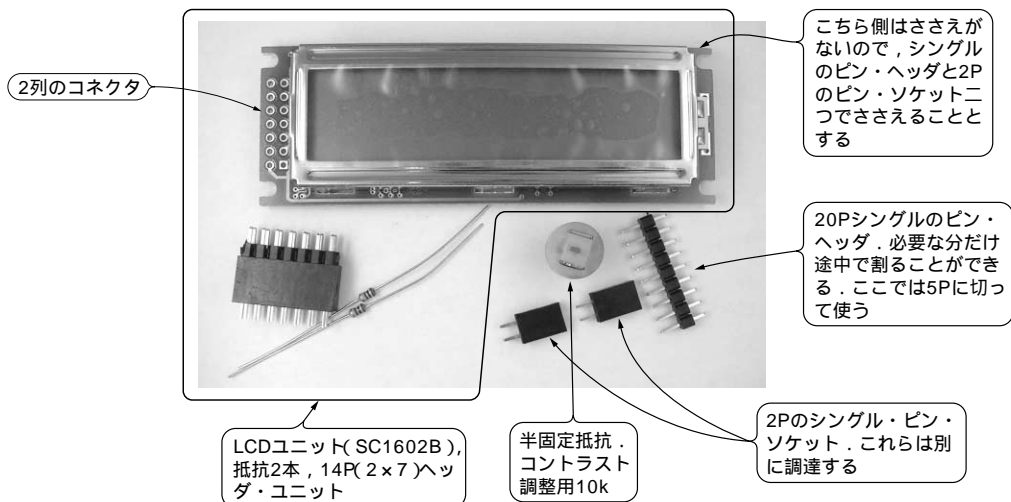

図9-1 LCDディスプレイのユニット(SC1602B)
アルファベットやカタカナのキャラクタを表示する用途としてLCDがよく使われていますが、その中でも互換品も多く入手性の良い16桁2行のLCD①を接続してみます。秋月電子通商の通販などで入手できます(1000円で購入できた)。図9-1に示すように、SC1602B本体、基板と接続するための14P(2×7)のピン・ヘッダとソケット、バック・ライト^②供給のための抵抗2本がセットになっています。右側の支えがないので、シングル20ピンのピン・ヘッダと2Pのピン・ソケットで支えを作成しています。その